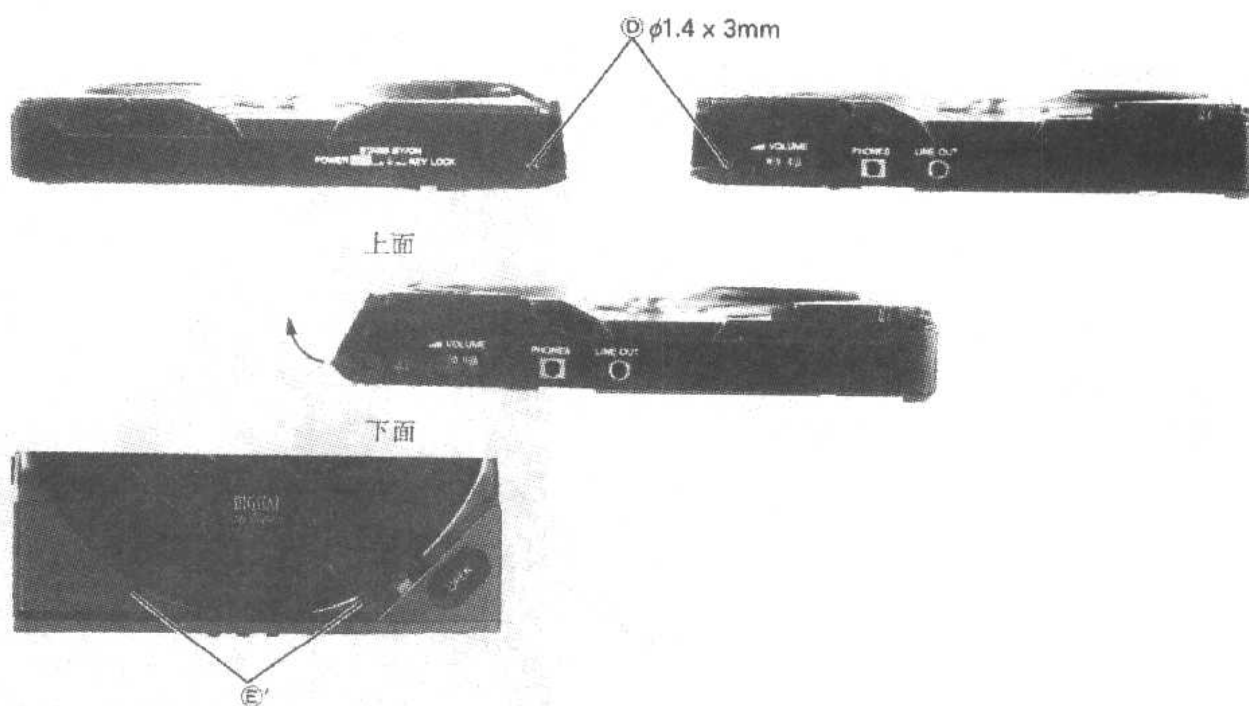

图 1.6
- (1) 取下底板。
- (2) 取下面板侧面的 2 个螺钉①，由于前面板的上部是钩住的，故由前面板的下侧(印刷电路板一侧)打开，取下前面板。(先取下 2 个螺钉①'，则便于拆卸)，见图 1.6。